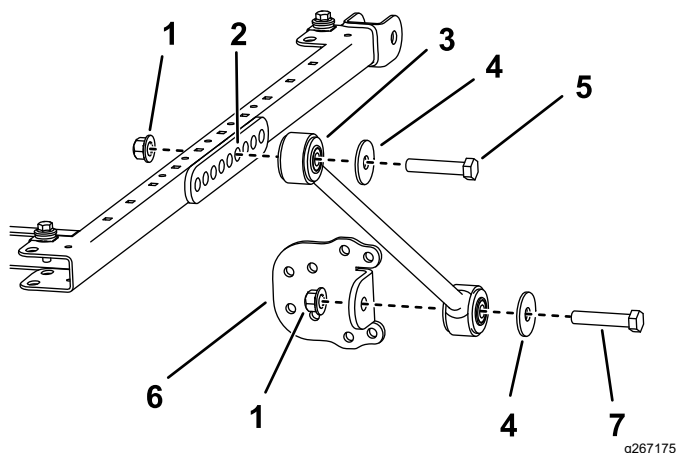

Figure 27
11. De chaque côté du cadre du pare-soleil, fixez légèrement un renfort dans le sixième trou du support à l'aide d'un boulon ($\frac{1}{2}$ " x $2\frac{3}{4}$ "), d'une rondelle ($\frac{1}{2}$ "), et d'un écrou à embase ($\frac{1}{2}$ "), comme montré à la Figure 27.
12. Fixez légèrement un support à chaque renfort à l'aide d'un boulon (1/2" x 2 1/2"), d'une rondelle (1/2") et d'un écrou à embase (1/2"), comme montré à la Figure 27.